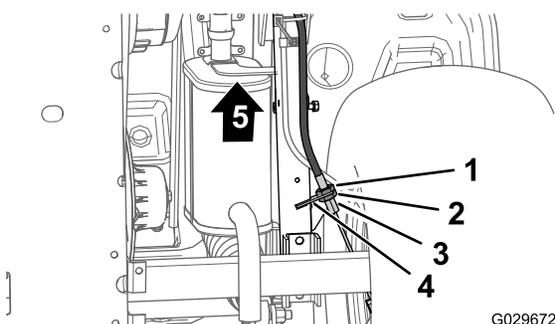

Figure 64
3. Au bas de la machine, desserrez de 4 trous l'écrou de blocage arrière du régleur fileté sur le câble de frein de stationnement (Figure 64).
4. Resserrez l'écrou de blocage avant (Figure 64).
- A. Desserrez d'un tour l'écrou de blocage avant (Figure 64) du régleur fileté du câble de frein de stationnement.
- B. Resserrez l'écrou de blocage arrière (Figure 64).
- A. Desserrez d'un tour l'écrou de blocage arrière (Figure 64) du régleur fileté du câble de frein de stationnement.
- B. Resserrez l'écrou de blocage avant (Figure 64).